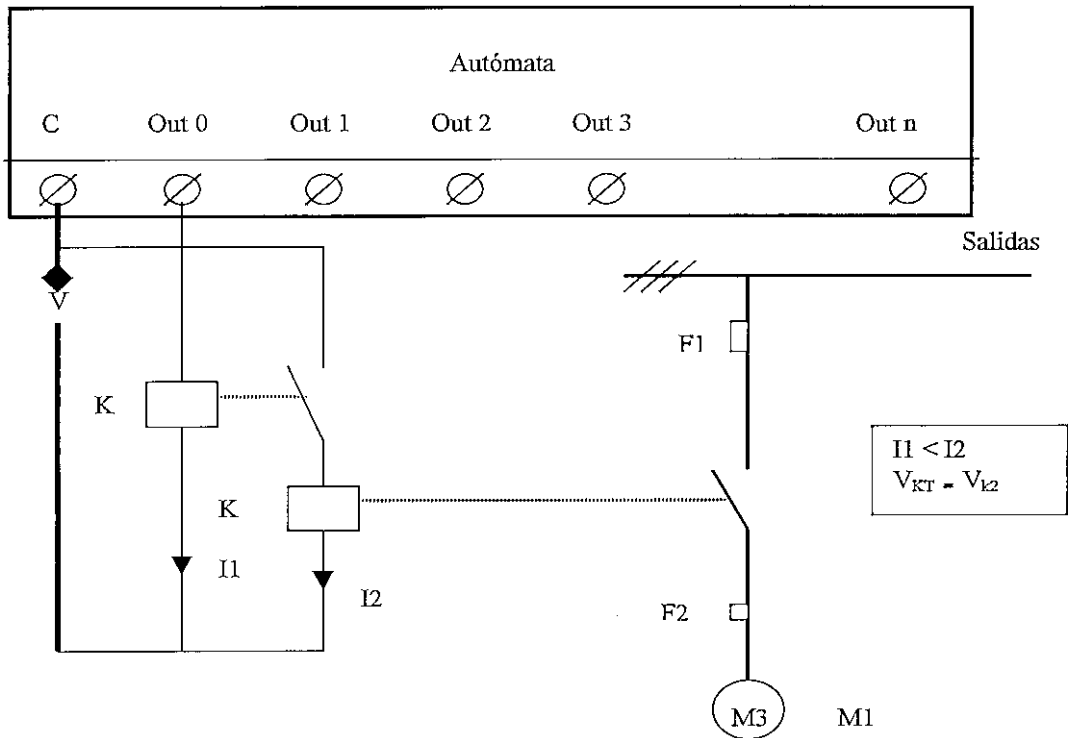

Figura 5.14: Acoplamiento de actuadores de gran consumo -- Bobinas de relés de igual tensión
- Situar un relé intermedio, K1, como en la figura 5.14. cuyo consumo de intensidad que asumirá el contacto de dicho relé en serie con la bobina del contactor K2 sí puede soportar esa intensidad.